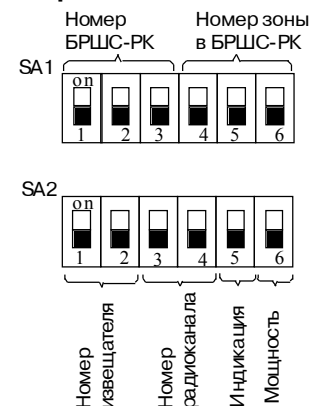

Рис.5 Установки DIP-переключателей РК-ПД
Индикация состояния извещателя производится красным светодиодом в соответствии с данными таблицы. Отключение индикации осуществляется с помощью переключателя в соответствии с рис. 5.
- установите на ДИП-переключателях, расположенных в углублении основания со стороны задней стенки (рис. 5), номер БРШС, номер радиоканала, номер зоны, номер устройства. Установите переключатель управления мощностью в положение ON (режим пониженной мощности) (рис. 6);